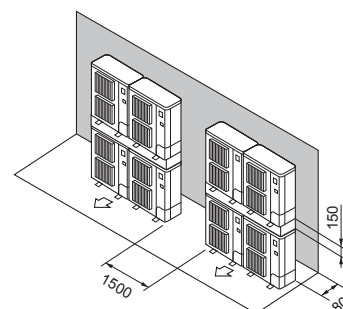

Fig. 2-15
- ⑦ Stabilede enheder arrangement (Fig. 2-15)